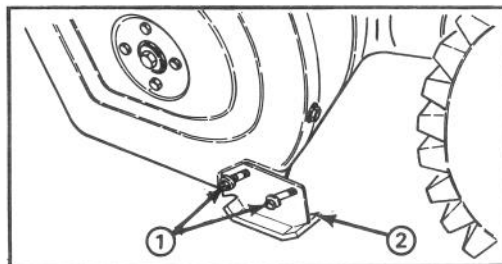

Abbildung 17
EINSTELLEN DER GLEITKUFEN (Abb. 17)
2. Die Flanschbolzen (4), die die beiden Gleitkufen mit den Schneckenseitenplatten verbinden lockern (Abb. 17).